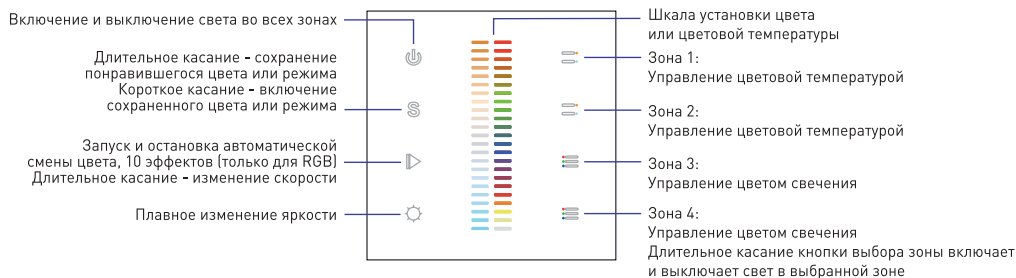

Рис. 4. Назначение сенсорных кнопок.
- 3.10. Проверьте управление лентой с панели (Рис. 4).